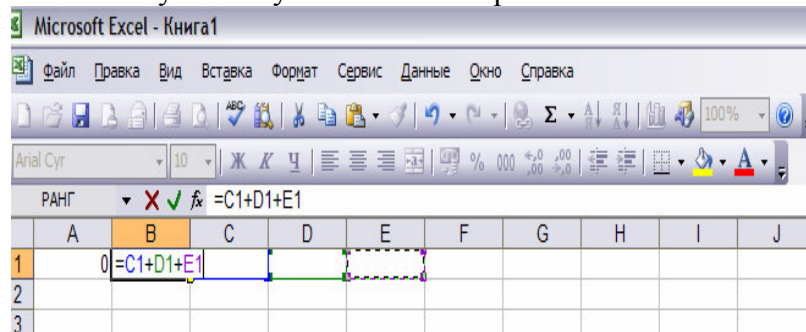

Рисунок 3.2 – Ввод ограничений в Excel
2. а) Ввести в ячейку B1 левую часть 1-го ограничения: $= C1+D1+E1$ (рисунок 3.2)